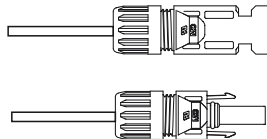

图3.29 拧紧带帽螺母的连接器
4. 将金属连接器插入连接器顶部，并以3–4 Nm的扭矩拧紧螺母（如图3.29所示）。